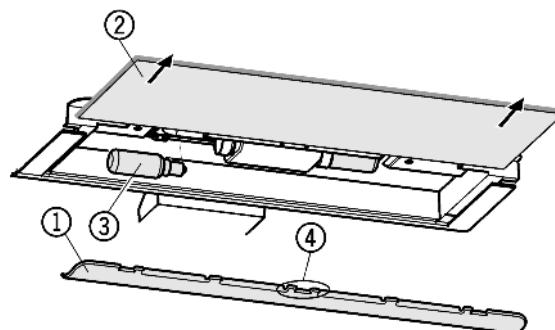

Fig. 37
- Снятие накладки Fig. 37 (1): сзади возмитесь пальцем за накладку и снимите её с фиксатора.
- Извлеките стеклянную полку Fig. 37 (2).
- Лампу накаливания Fig. 37 (3) заменить.
- Установка накладки на место: защелкните справа и слева, следя за тем, чтобы средний крюк Fig. 37 (4) захватил стеклянную полку.